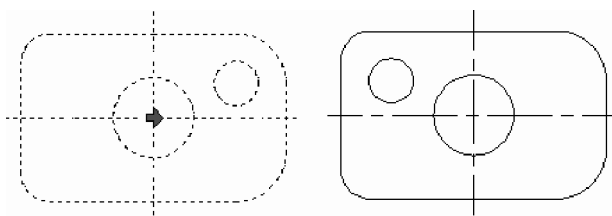

Fig. 6.100 Modificarea blocului **Part_1-dyn**
7. Se selectează blocul. Apare simbolul, sub forma unei săgeți, specific acțiunii definite anterior – *Flip*. Acționând cu mouse-ul asupra acestuia, se obține modificarea dorită – Fig. 6.100.